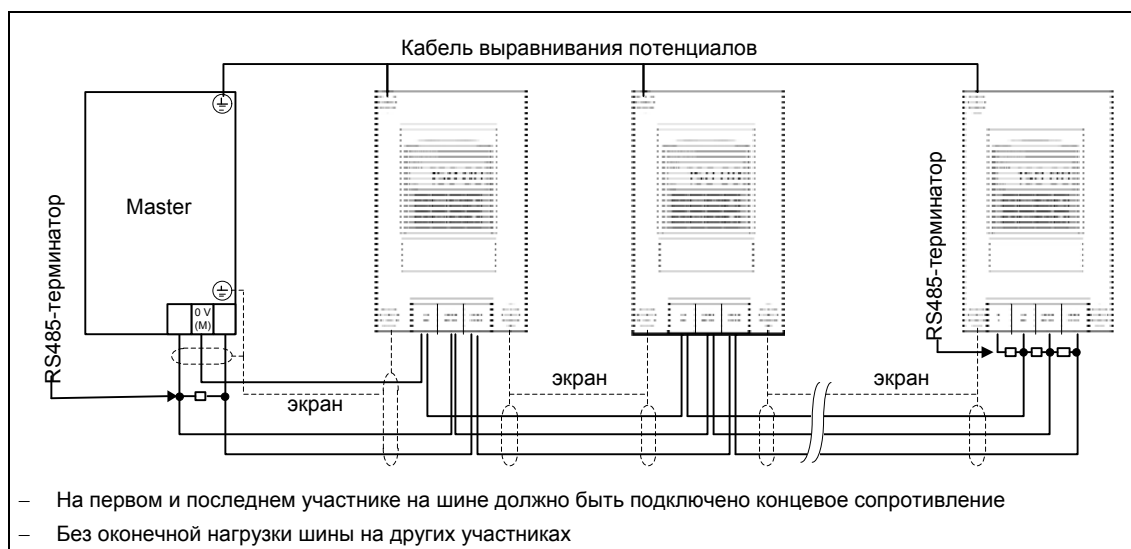
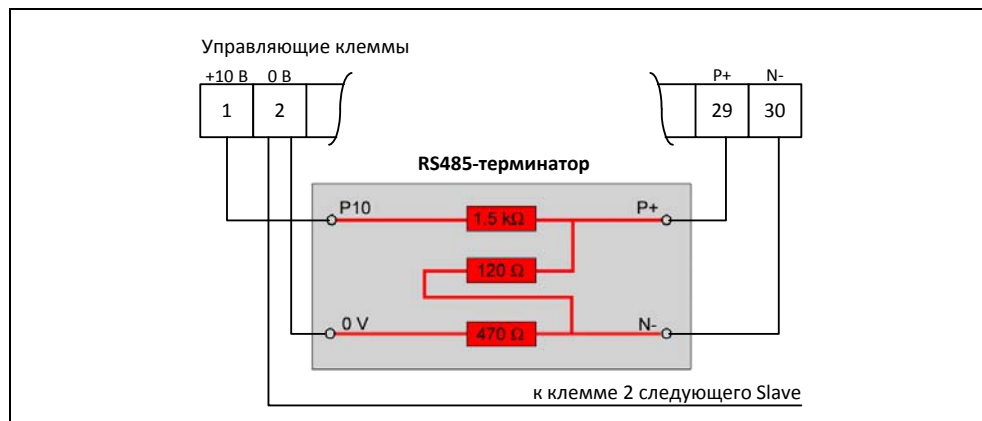

Рис. 3-40 Подключение шины USS
Рис. 3-41 Подключение терминатора RS485
2. По терминатору на обоих концах шины между P+ и N- (см. рис. 3-41)
Если преобразователь является последним Slave на шине (см. рис. 3-40), то соединить там P+ и N- прилагаемого RS485-терминатора с RS485-клеммами (см. рис. 3-41). P10 и 0 V для питания могут быть подключены к клеммам 1 и 2.